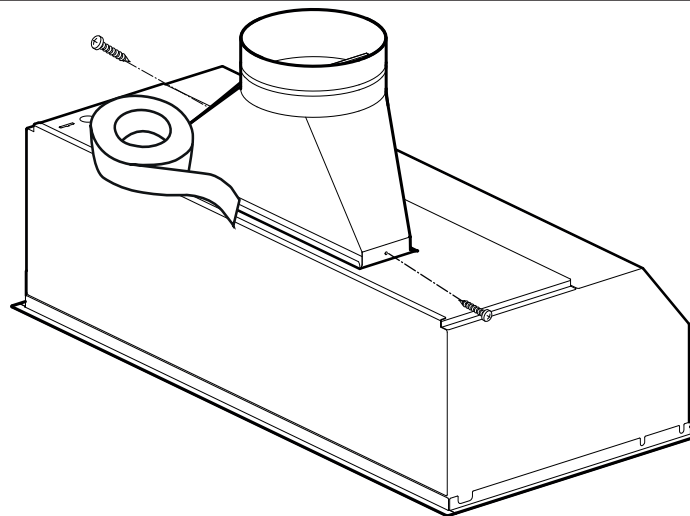

Figure 5 : Installation du raccord
3. Alignez les trous de montage de la base du raccord avec les trous de montage de la bride de $\frac{1}{2}$ po (13 mm) située sur le dessus ou à l'arrière de la hotte (Figure 5).
4. Fixez le raccord à la hotte à l'aide des deux vis à tôle de 1 po (25,4 mm) fournies avec la hotte (Figure 5).
5. Scellez le joint entre le raccord et la hotte avec du ruban en aluminium. N'utilisez PAS de ruban à conduit (Figure 5).